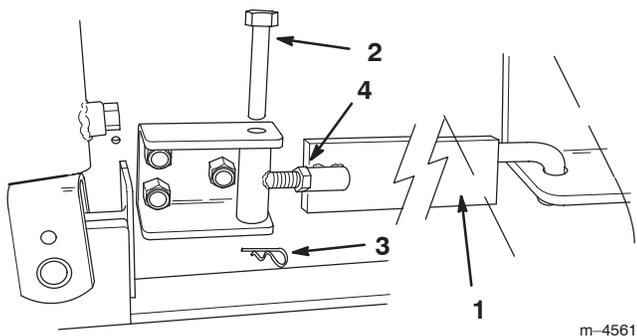

Figura 17
19. Si va a instalar la excavadora en una unidad de tracción de la serie Dingo 200/300, instale la barra lateral en cada lado, tal como indica la Figura 17. Al instalar, la calcomanía en cada barra lateral deberá quedar visible.